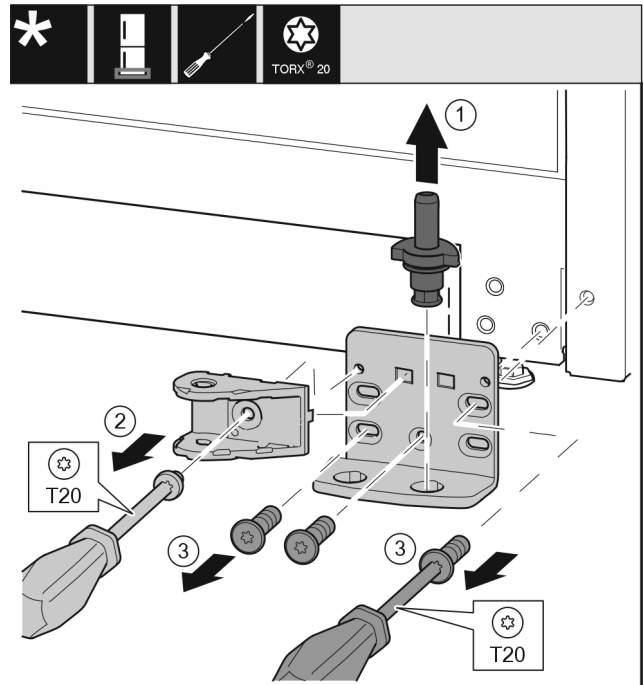

Fig. 34 *
- ▶ 将轴承螺栓完全向上拉出。 Fig. 34 (1)*
- ▶ 用 T20 螺丝刀将螺钉旋出并取下关门阻尼器连接装置。 Fig. 34 (2)*
- ▶ 用 T20 螺丝刀将螺钉旋出并取下托架。 Fig. 34 (3)*